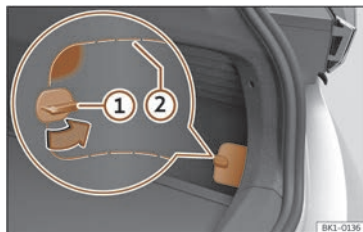

Abb. 62 Im unteren rechten Bereich der Kofferraumverkleidung: Abdeckung mit Trennlinien.
- Drehen Sie den Verschluss der Abdeckung >>> (Abb. 62) ① um 90 Grad.
- Drücken Sie die Fläche über dem Verschluss nach innen >>> (Abb. 62) (hervorgehobener Bereich).
- Fassen Sie mit der Hand in die Öffnung und ziehen Sie die Abdeckung ab. Setzen Sie ggf. einen geeigneten Gegenstand an den Trennlinien an >>> (Abb. 62) ②.